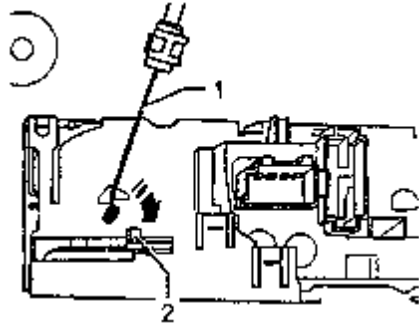

图 13-23 安装拉索
- ①在拉索的端部绕圈，压到调节装置的杠杆上，如图 13-23 中箭头所示。